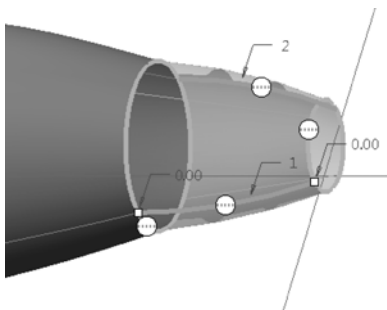

图 13-139 选择两条曲线定义第二方向链
③ 在“边界混合”选项卡中单击“第二方向链”收集器的框, 将其激活, 接着选择同一方向的两条曲线, 如图 13-139 所示。